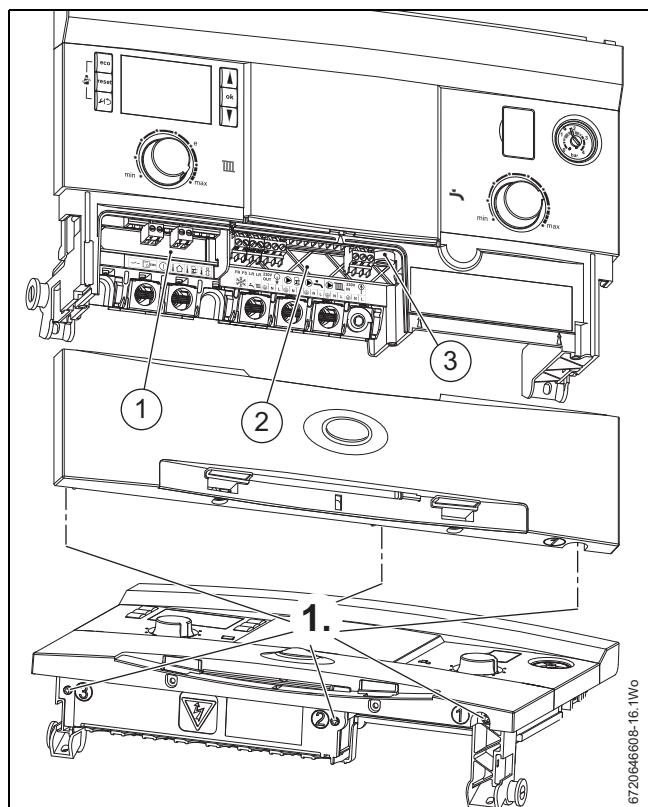

Fig. 51 Retirar la cubierta de acceso del instalador
1. Véase la fig. 51 y soltar los tres tornillos fijadores que aseguran la cubierta de acceso del instalador.